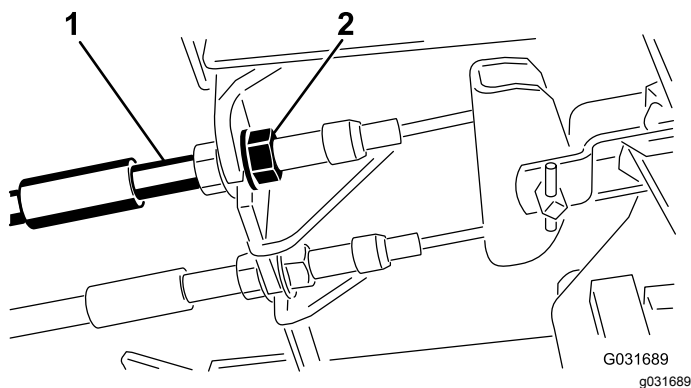

Bild 85
1. Ziehen Sie zum Reduzieren des Spiels der Bremspedale die Bremsen fester – lockern Sie dazu die vordere Mutter am Gewindeende des Bremszugs (Bild 85).